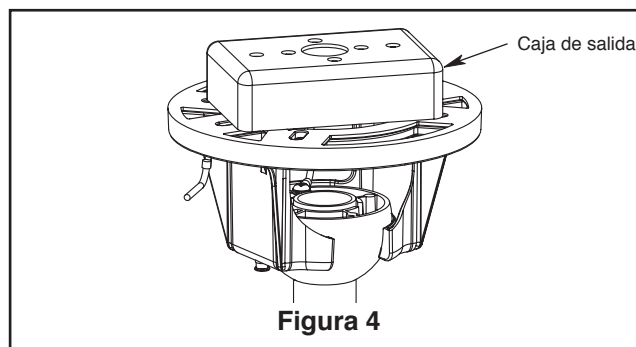

Figura 4
2. Levante cuidadosamente el ventilador y coloque el ensamble de la bola para colgar/varilla en la abrazadera para colgar que acaba de fijar a la caja de salida. Asegúrese de que la ranura de la bola esté alineada con la lengüeta de la abrazadera para colgar. (Figura 4)
Instale el conector de 2 clavijas desde unidad de luz LED conexión a la unidad del motor. (Figura 4)